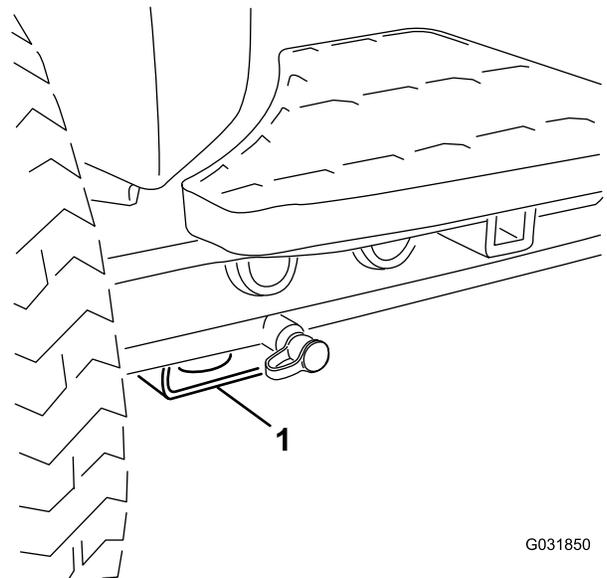

Figura 71
- Dianteira – pastilha retangular, por baixo do tubo do eixo, dentro de cada pneu dianteiro (Figura 71).